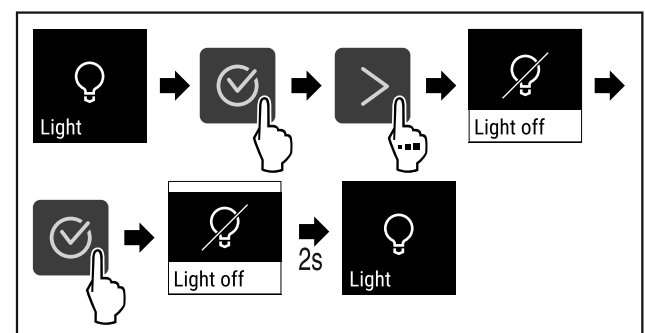

Fig. 85
- ▶ Atlikite veiksmus (žr. Fig. 85) .